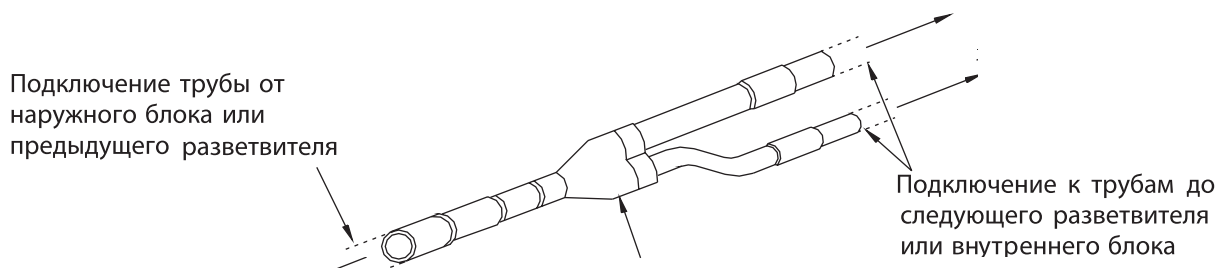

Рис. 11.4 — Подключение разветвителя
11.4.2 Порядок установки разветвителей (см. рис. 11.4).